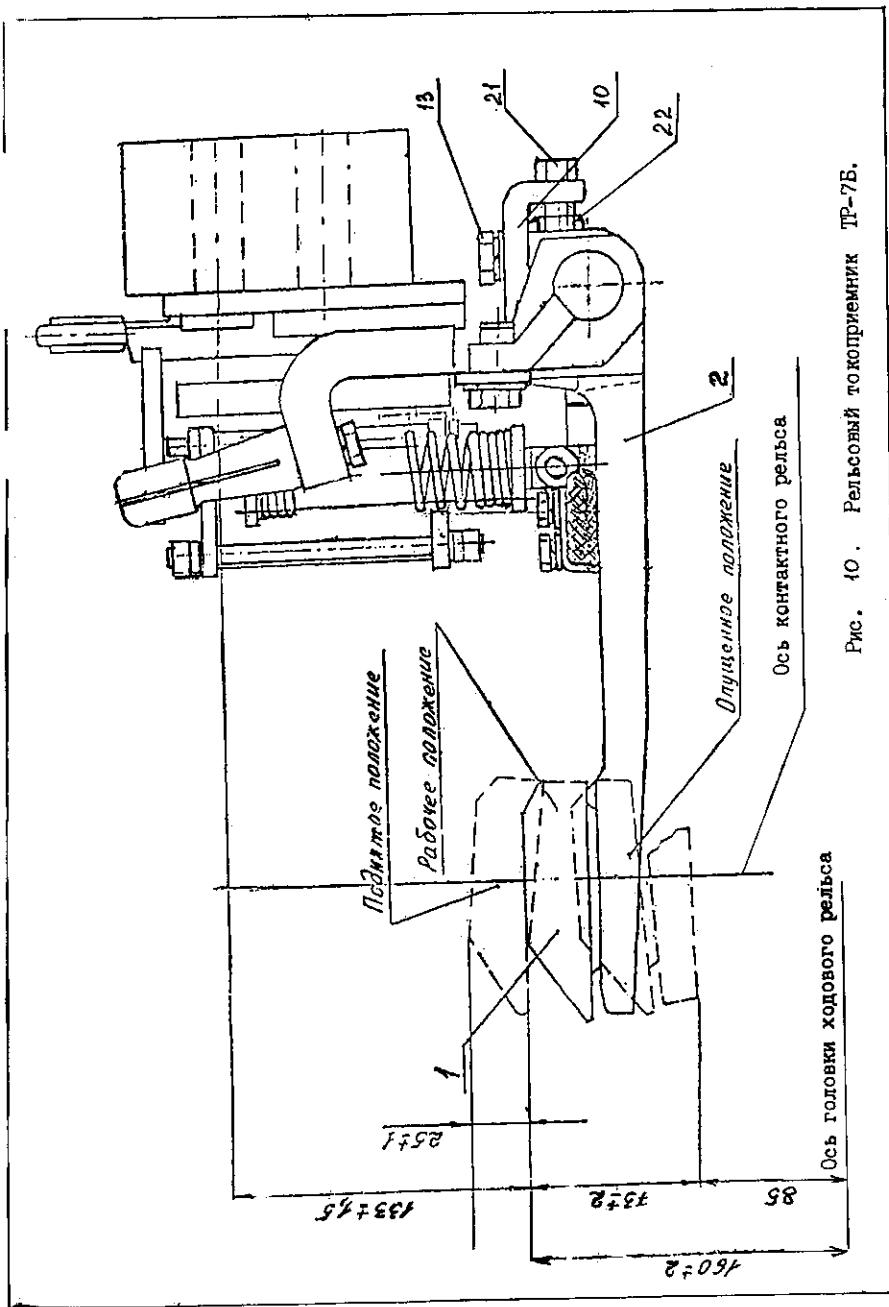

Рис. 10. Рельсовый токоприемник ТР-7Б.
Рабочее положение токоприемника (контролируемый размер  $133 \pm 1,5$  мм) между контактной поверхностью башмака, расположенной горизонтально и осью верхних установочных отверстий, (см. Рис. 10) устанавливается путем ослабления гаек (14) и перемещения кронштейна (3) вверх или вниз по рифленой поверхности основания (4).
Поднятое положение токоприемника (контролируемый размер  $25 \pm 1$  мм между контактной поверхностью башмака в рабочем положении и верхней точкой башмака в поднятом положении, (см. Рис. 10) регулируется поворотом эксцентриков (11). Для этого необходимо ослабить болты (12), после регулировки болты (12) затянуть.
Опущенное положение при отжати башмака приводом (5) (контролируемый размер  $73 \pm 2$  мм между контактной поверхностью башмака в рабочем положении и нижней точкой рычага (2), (см. Рис. 10) регулируется пятой (15). После регулировки пятой, гайки законтрить.